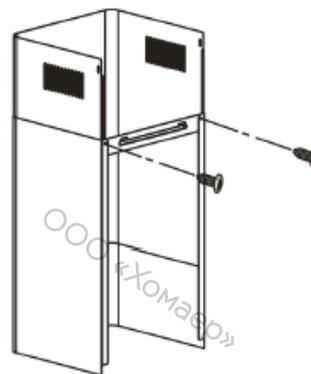

рис. 8
- Установите плоскую скобу в задней части нижнего короба (рис. 8).